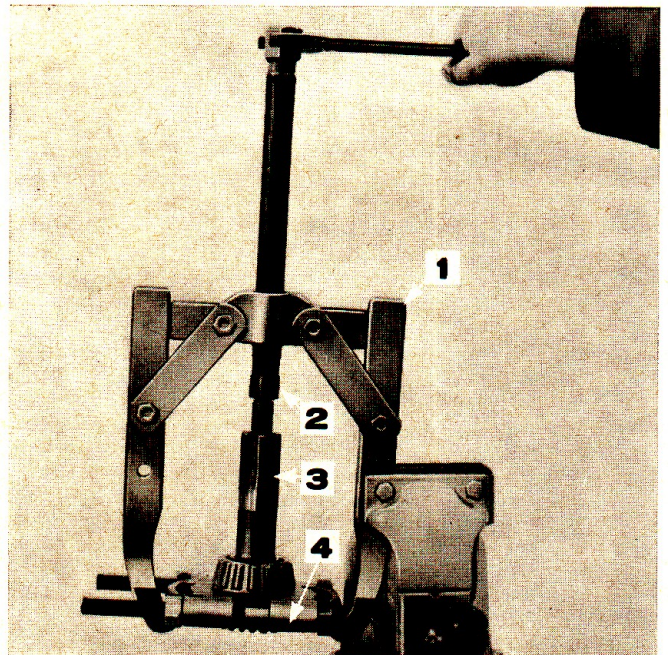

Fig. 9: Extraction du roulement d'arbre de sortie
4. Vérifier l'état des bagues intérieures et des rouleaux coniques des roulements de l'arbre de sortie. Remplacer ces roulements si nécessaire. Extraire la bague intérieure et les rouleaux coniques du roulement intérieur à l'aide de l'extracteur No. 1002 et des accessoires No. 951 et 625-3 (Voir Fig. 9). Emmancher la bague en utilisant l'outillage No. 1003, les accessoires No. 951 et 625-3 et un manchon convenable.